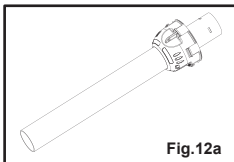

Fig. 12a
- 4) Sfilate la cuffia come indicato nella Fig. 12a.
- 4) Extraire le bol (Fig. 12a),
- 4) Take off the cowling as shown in Fig. 12a.
- 4) Extraer el casco como indica la Fig. 12a.
- 4) Enfim, extraia o fole conforme indicado na Fig. 12a.
- 4) Neem de kap weg, zoals getoond wordt in Fig. 12a.
- 4) Fjern hæften som vist i fig. 12a.
- 4) Ta av kåpan enligt fig. 12a.
- 4) Trekk ut hetten (fig. 12a).